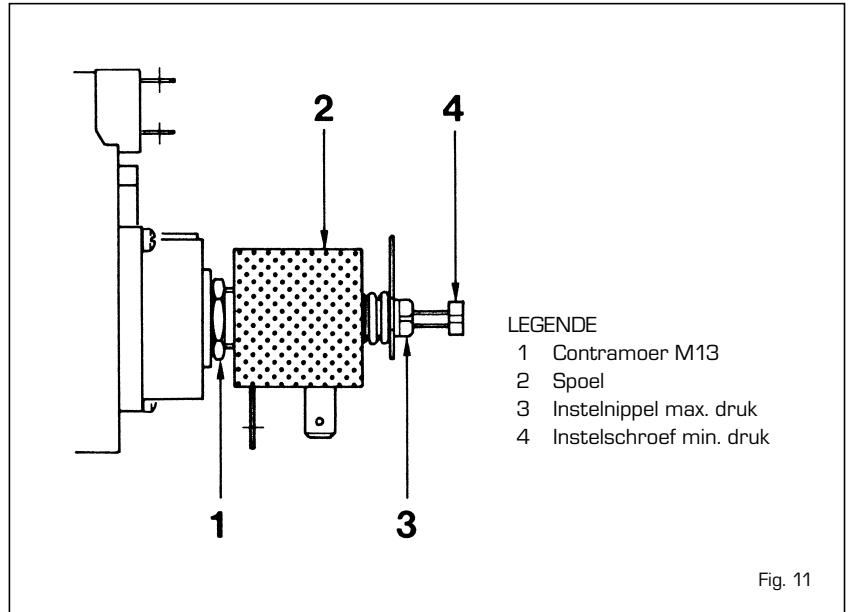

Fig. 11
4.2.2 Instelling van de lagere druk (fig. 11)